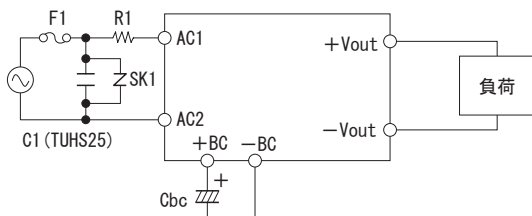

図2.1 (a) 標準接続方法 (AC入力, DC入力)
■TUHSシリーズを使用するためには、図2.1 (a), (b) の接続と表2.1 の外付部品が必要です。